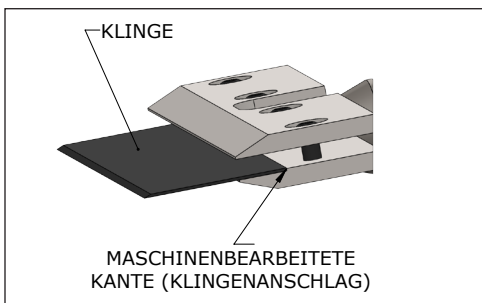

ABB. 5
3. Platzieren Sie die Klinge so im Schneidkopf und schieben Sie diese zurück, bis sie vollständig an der bearbeiteten Kante (Abb. 5) anliegt.